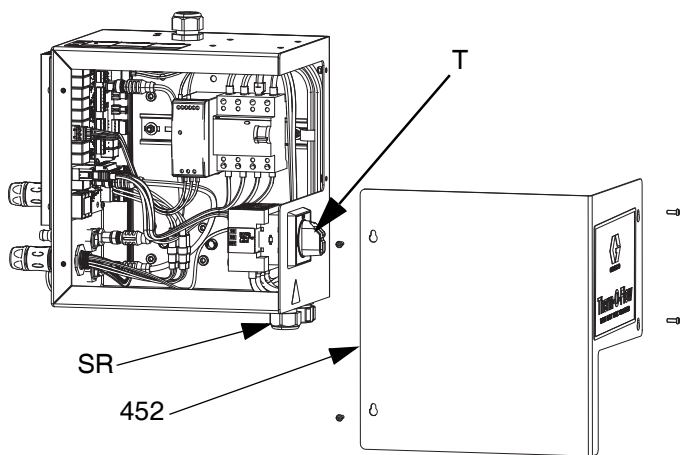

图 9
3. 拧松螺丝，然后卸下加热控制箱 (S) 上的盖子 (452)。请参见图 9（第 24 页）。
4. 从加热控制箱 (S) 的底部卸下两颗螺丝 (433) 和盖子 (457)。